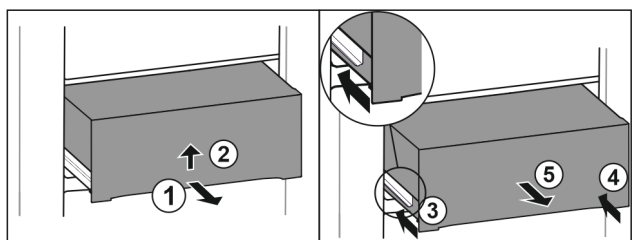

Fig. 50
- ▶ Zásuvku napůl vytáhněte. Fig. 50 (1)
- ▶ Zvedněte zásuvku na spodní straně. Fig. 50 (2)
- ▶ Zasuňte levou kolejničku. Fig. 50 (3)
- ▶ Zasuňte pravou kolejničku. Fig. 50 (4)
- ▶ Vyjměte zásuvku dopředu. Fig. 50 (5)